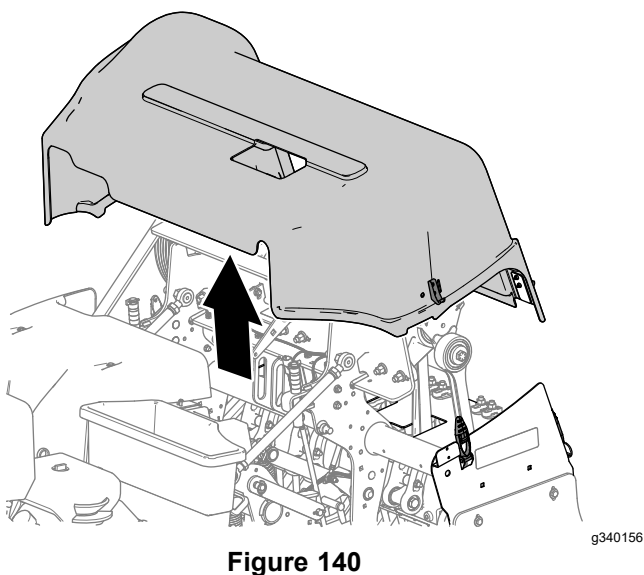

Figure 140
5. Soulevez et déposez le capot de la tête d'aération de la machine (Figure 140).